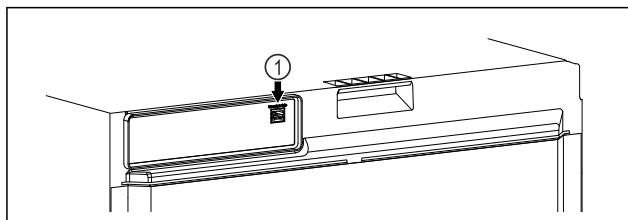

Fig. 104
SmartModule Fig. 104 (1) ist eingesetzt.